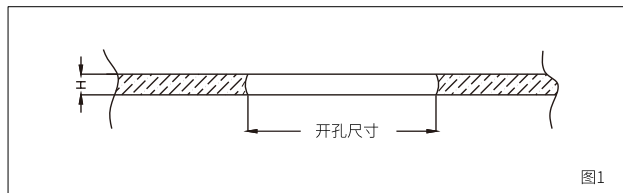

图1
1.请按"开孔尺寸表"要求,在8-15mm天花板上安装此灯具,该灯具开孔尺寸请见铭牌上开孔尺寸参数。(如图1)